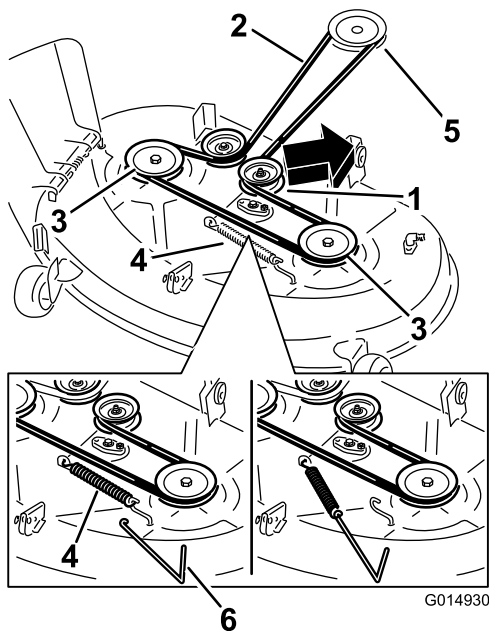

Figure 63
5. À l'aide d'un outil de dépose de ressort (réf. Toro 92-5771), décrochez le ressort du crochet sur le tablier pour détendre la poulie de tension et déchaussez la courroie des poulies (Figure 63).
- Acheminez la courroie neuve autour de la poulie du moteur et des poulies du tablier de coupe (Figure 63).
- À l'aide d'un outil de dépose de ressort, accrochez le ressort au crochet situé sur le tablier pour tendre la poulie de tension et la courroie du tablier de coupe (Figure 63).